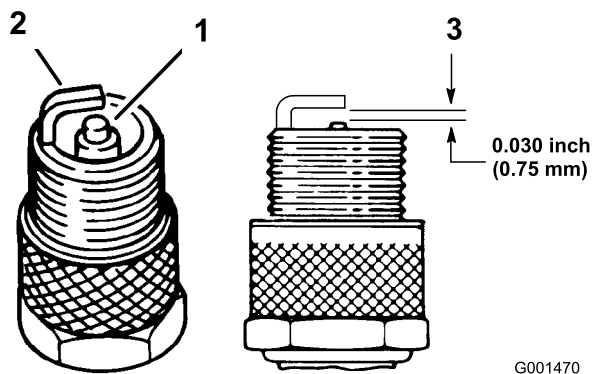

Figura 35
1. Mire la parte central de las bujías (Figura 35). Si se observa un color gris o marrón claro en el aislante, el motor está funcionando correctamente. Si el aislante aparece de color negro, significa que el limpiador de aire está sucio.
3. Compruebe la separación entre los electrodos central y lateral (Figura 35). Si la distancia no es correcta, doble el electrodo lateral (Figura 35).